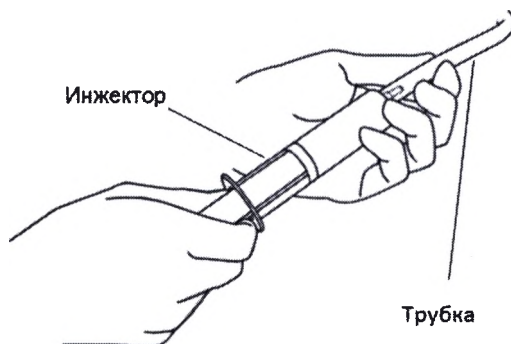

Рисунок 2 Использование инжектора для очистки трубки
5. Используйте инжектор, чтобы ввести моющее средство внутрь трубки, и тщательно промойте трубку, чтобы очистить ее внутреннюю поверхность. См. Рисунок 2.